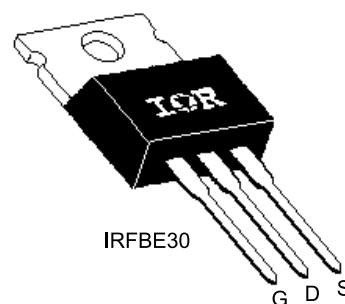
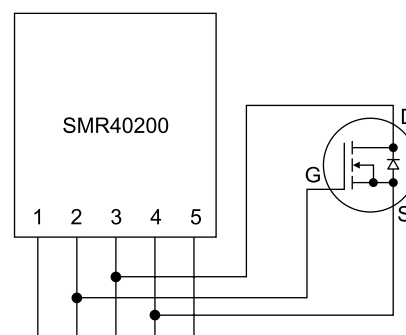

Рис. 2. Цоколевка транзистора IRFBE30
Рис. 3. Подключение дополнительного полевого транзистора SMR 40200
- Предложенная автором замена вполне допустима, но корректнее вместо биполярного транзистора BU508DF использовать полевой транзистор, например, IRFBE30 (рис. 2). Схема его подключения показана на рис. 3.